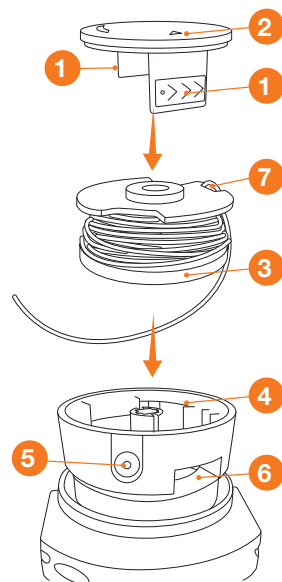

Рис. 14
- Для разборки головки необходимо надавить на язычки **1** крышки **2** в пазах головки (Рис. 14).